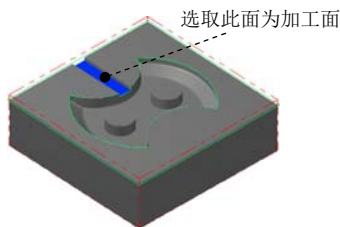
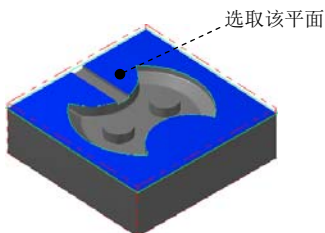

图 22.17 选取加工面
图 22.18 选取干涉面
Step2. 设置加工区域。在图形区中选取图 22.17 所示的曲面, 然后按 Enter 键, 系统弹出“刀具路径的曲面选取”对话框。单击 **检测** 区域中的 **鼠标** 按钮, 选取图 22.18 所示的面为干涉面, 然后按 Enter 键。单击 **✓** 按钮, 系统弹出“曲面粗加工平行铣削”对话框。